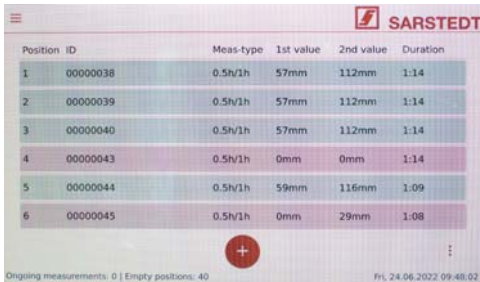

Figura 12: Avvio di una misurazione premendo il tasto "+"
- In questo caso si vedrà la schermata di avvio con la visualizzazione dello stato (Figura 12).
- La misurazione verrà avviata automaticamente; apparirà la schermata iniziale (Figura 12)
- La misurazione si avvia automaticamente non appena una S-Sedivette® viene inserita in un alloggiamento libero; successivamente compare la schermata iniziale con la visualizzazione dello stato (Figura 12).